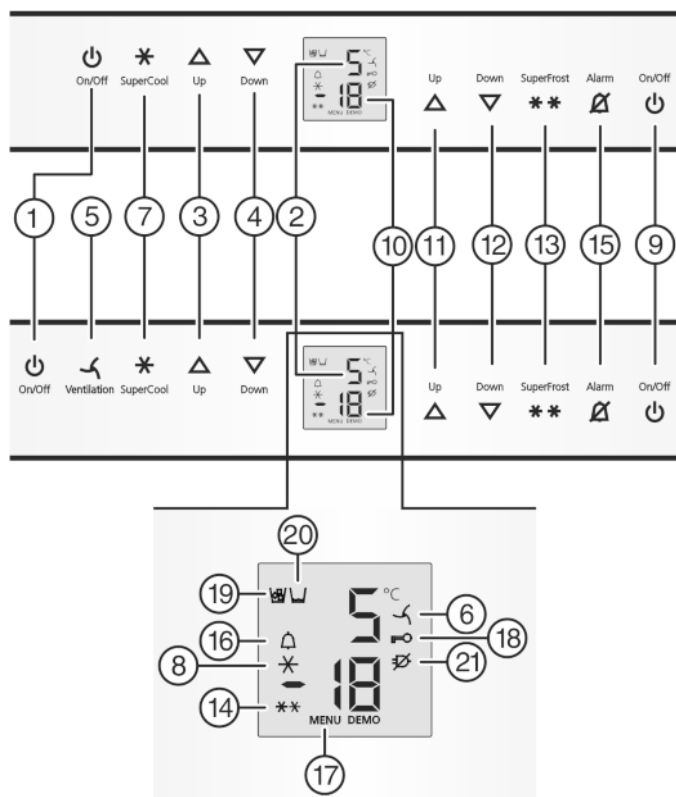

Fig. 2
- Appuyer sur la touche On/Off du congélateur Fig. 2 (9).
- Appuyer sur la touche On/Off du réfrigérateur Fig. 2 (1).
- ▷ Le compartiment réfrigérateur est enclenché : L'affichage de la température du compartiment réfrigérateur Fig. 2 (2) s'allume. L'éclairage intérieur s'allume lorsque la porte du compartiment réfrigérateur est ouverte.
- ▷ Le symbole Menu *Fig. 2 (17)* est allumé.
- ▶ Confirmer : appuyer brièvement sur la touche SuperFrost *Fig. 2 (13)*.
- ▶ Appuyer brièvement sur la touche SuperFrost *Fig. 2 (13)* pour activer la sécurité enfants.
- ▷ Le symbole Sécurité enfants *Fig. 2 (18)* est allumé. L'affichage **c** clignote.
- ▶ appuyer brièvement sur la touche SuperFrost *Fig. 2 (13)* pour désactiver la sécurité enfants.
- ▷ Le symbole Sécurité enfants *Fig. 2 (18)* s'éteint. L'affichage **c** clignote.
- ▶ Désactiver le mode de réglage : appuyer sur la touche On/Off du congélateur *Fig. 2 (9)*.
- ▶ Appuyer sur la touche Alarme *Fig. 2 (15)*.
L'affichage de la température clignote en même temps que le symbole Alarme *Fig. 2 (16)*.
L'avertisseur sonore s'éteint automatiquement et le symbole Alarme *Fig. 2 (16)* et l'affichage de température arrêtent de clignoter lorsque la température est de nouveau suffisamment froide.